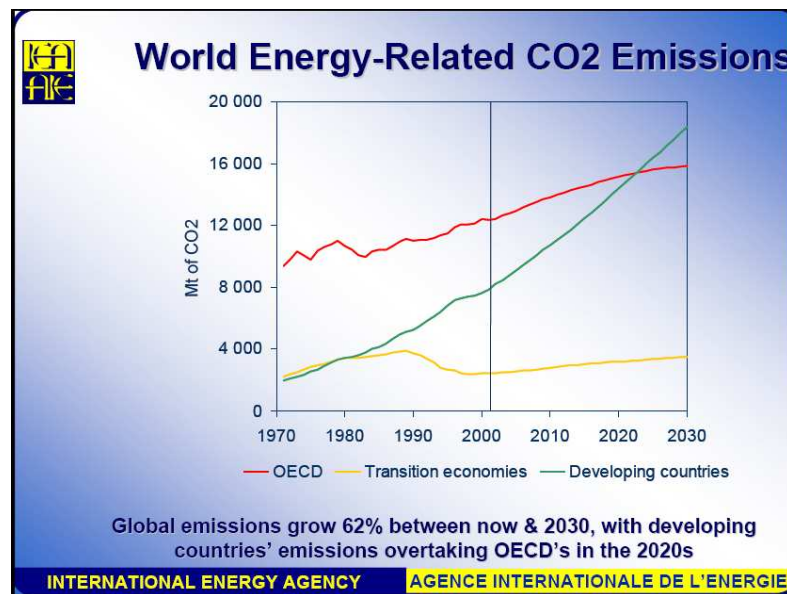

Figure 1 : Scénario de référence de l'AIE
Comme le montre la figure 1, les projections actuelles de l'Agence Internationale de l'Energie AIE ne prennent pas du tout ce chemin.
- Il faut augmenter dans le bouquet énergétique la part des sources d'énergie qui n'occasionnent pratiquement pas d'émission de gaz à effet de serre (figure 1).